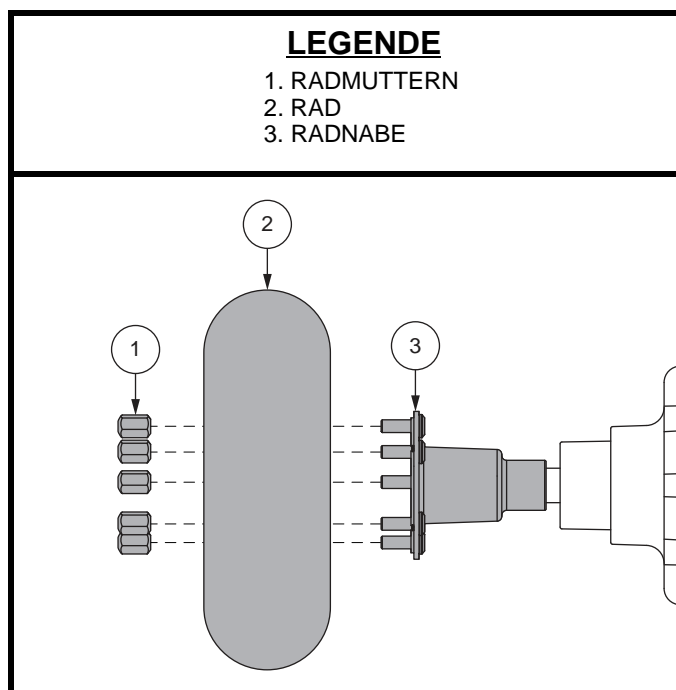

Abb. 26. Reifenradenthebung
4. Entfernen Sie die Radmuttern Antriebsrades von der Radnabe. **Siehe Abb. 26.**